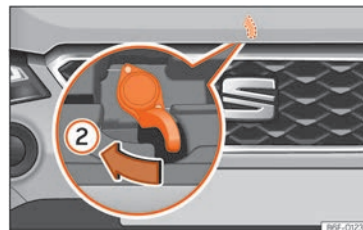

Fig. 190 Palanca bajo el capó.
- Para levantar el capó haga presión hacia la izquierda en la palanca situada debajo del capó, en el centro »» **fig. 190 ②**. Los ganchos de sujeción quedan desbloqueados.